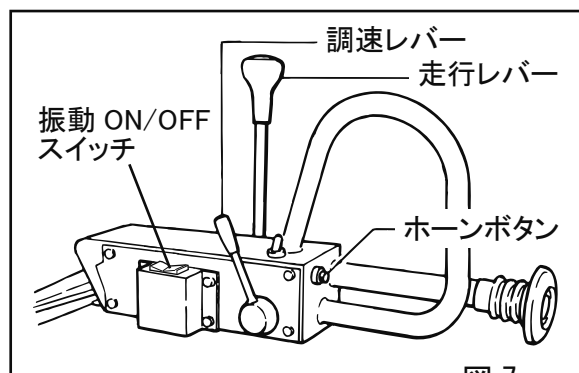

図 7
- 各レバー、ワイヤー（走行、調速）が確実に動作するか点検します。（図7）
- ホーンボタンを押して、ホーンが正常に鳴るか確認します。（図7）
- 調速レバーを一杯に開き、エンジンの回転を上げてください。(図7)
- 警報装置(ホーン)が付いています。(図7)
- 走行レバーを停止[中立]、振動ON/OFFスイッチをOFFの位置にし、振動が停止する事を確認してから、調速レバーを始動位置に戻し3~5分間冷却運転を行ってください。(図7、8、14)